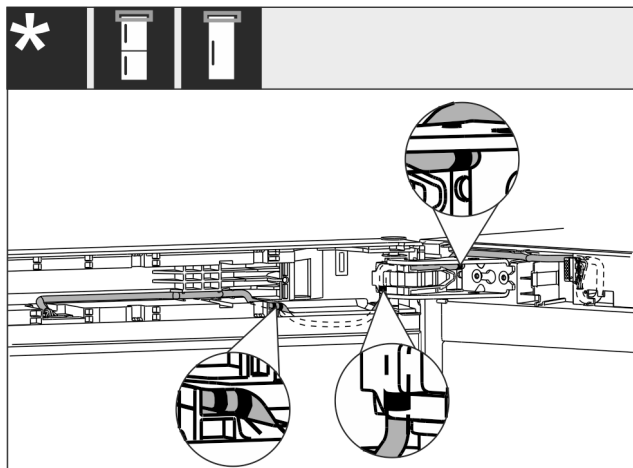

Fig. 60
- Pokládka kabelu je zobrazena na obrázku Fig. 60 (I).